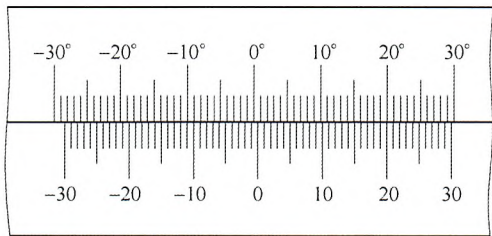

图5 顺时针转动游标盘时主尺盘与游标盘外圆周面展开
(2) 图5是手持游标盘顺时针转动时的最大位置图，此时游标盘外圆面上的第18条刻度线恰好与主尺盘外圆面上的刻度线重合，此时读数是 $18 \times 2' = 36'$ 。